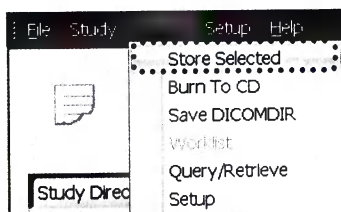

Рисунок 133
– откройте меню **Dicom** и примените команду **Сохранить выбранное**: (см. рисунок 133). Альтернативно данную функцию можно выбрать, используя иконку **Сохранить исследование** –